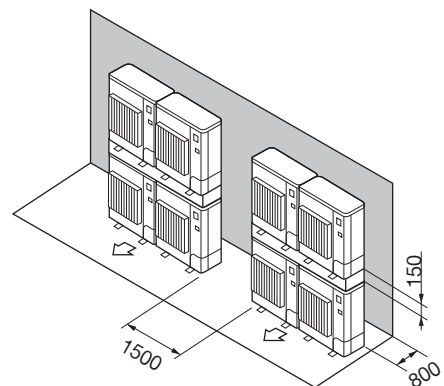

Fig. 2-18
- ⑦ การจัดวางเครื่องแบบซ้อนกัน (Fig. 2-18)